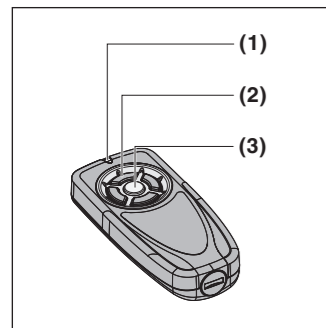

Fig. 1
2 Gerätebeschreibung (Fig. 1)
4.2 Den Handsender verwenden (Fig. 1)
- Die Taste (2) am Handsender drücken. Die mit der Taste verbundene Funktion (z. B. Tor auf / zu) wird ausgeführt.
2 Description de l'appareil (fig. 1)
4.2 Utilisation de l'émetteur (fig. 1)
- Appuyez sur la touche (2) de l'émetteur. La fonction liée à cette touche (par exemple ouverture / fermeture de la porte) s'exécute.
2 Beschrijving van het toestel (fig. 1)